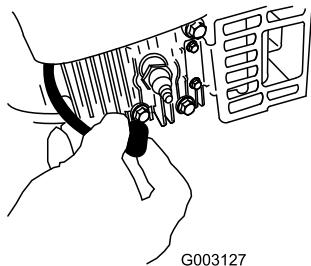

Figura 31
- Desconecte el cable de la bujía (Figura 31) antes de realizar cualquier procedimiento de mantenimiento.